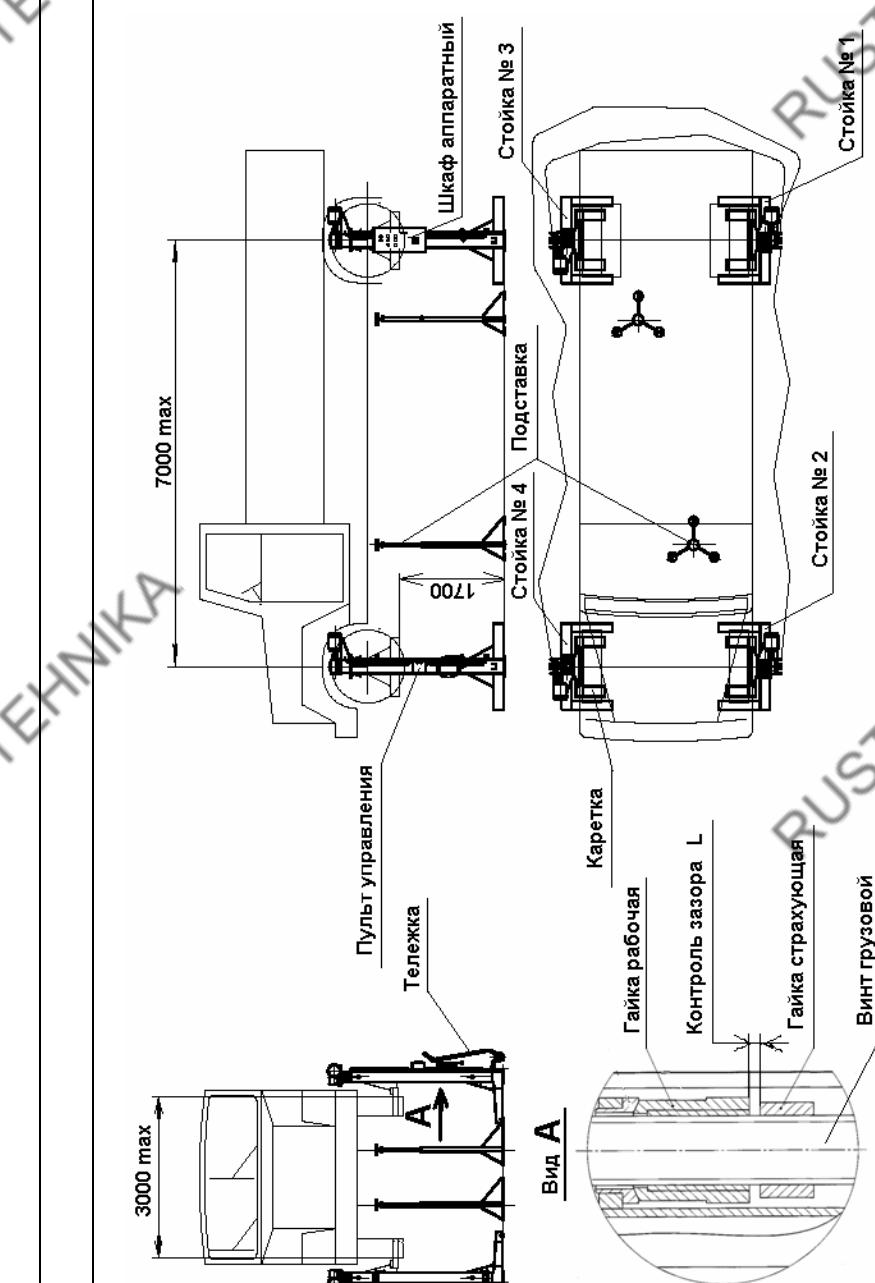

Рис. 1. Подъемник передвижной ПП - 10
4.1. Подъемник состоит из четырех стоек (см. Рис.1 и Рис.2), каждая из которых имеет электромеханический привод, каретку, грузовой винт, рабочую и страховую гайки, конечные выключатели верхнего и нижнего положения кареток. На первой стойке установлен шкаф аппаратный, имеющий корпус с панелью электрооборудования, автоматический выключатель, лампочку «Сеть», « Авария», кнопки «Вверх» и «Вниз» для управления первой стойкой и кнопки «Вверх» и «Вниз» для управления всеми стойками одновременно. На остальных стойках установлены посты управления с кнопками «Вверх» и «Вниз» для управления данной стойкой.